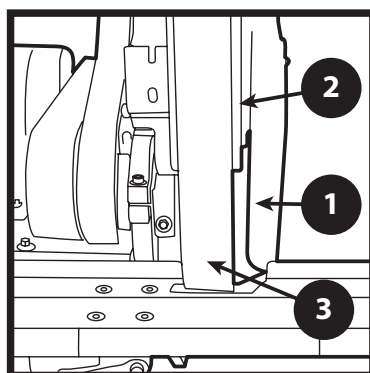

FIGURE 1
- a. La garde de roue de contact et le plateau vertical sont montés et ajustés de sorte que le plateau touche légèrement à l'endos de la bande abrasive (Figure 1). Consulter la page 21 au sujet des directives complètes pour l'installation.